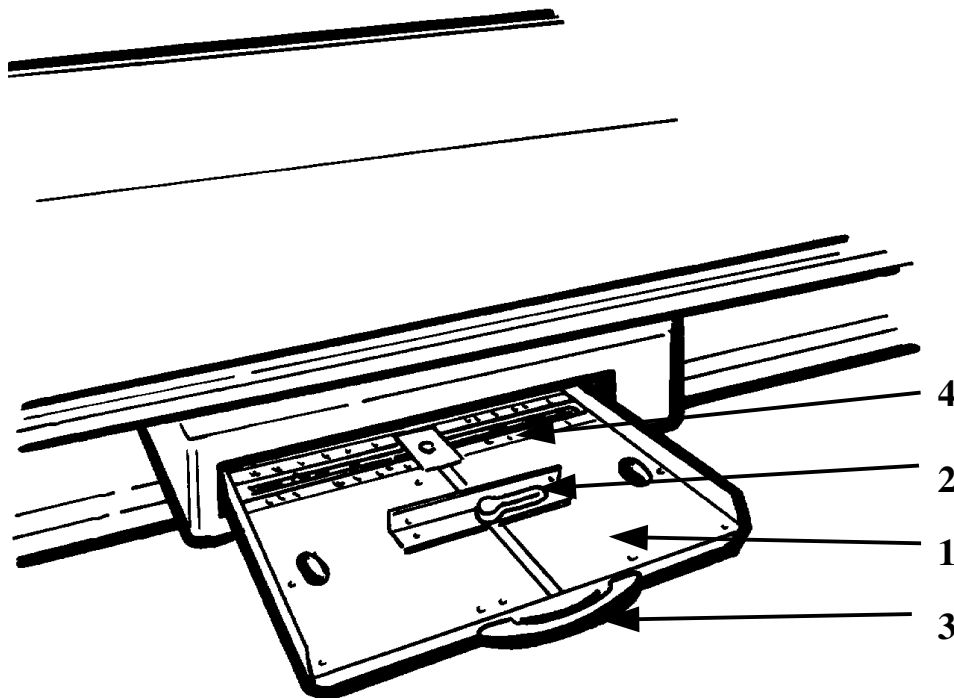

Abbildung 2-1: Kassettenlade
Die Bedienelemente der Kassettenzentriereinrichtung werden in Abbildung 2-1 gezeigt und ihre Funktionen auf der folgenden Seite beschrieben.
Die Kassettenzentriereinrichtung (Abbildung 2-1, Bedienelement 1) dient zur Aufnahme der Röntgenfilmkassetten.
Die Röntgenfilm-Kassette wird durch die Klemmvorrichtung (Abbildung 2-1, Bedienelement 2) festgeklemmt. Dabei wird die Röntgenfilmkassette automatisch quer zur Tischplatte zentriert.
Nach Herausziehen der Kassettenzentriereinrichtung (Abbildung 2-1, Bedienelement 1) am Handgriff (Abbildung 2-1, Bedienelement 3) aus der Lafrastereinrichtung bis zum Anschlag kann die Röntgenfilm-Kassette eingelegt werden.
Längs zur Tischplatte kann die Röntgenfilm-Kassette von Hand durch Ausrichten nach den Mittenmarkierungen oder durch Einstellen des Kassettenpositionierers (Abbildung 2-1, Bedienelement 4) auf die entsprechende Röntgenfilm--Kassettengröße in Position gebracht werden.
- Die Kassettenzentriereinrichtung (Abbildung 2-1, Bedienelement 1) am Handgriff (Abbildung 2-1, Bedienelement 3) bis zum Anschlag aus der Laufrastereinrichtung herausziehen.
- Die Sperrklinke zum Öffnen/Schließen der Klemmvorrichtung (Abbildung 2-1, Bedienelement 2) zur seitlichen Fixierung der Röntgenfilm-Kassette gegen den Uhrzeigersinn drehen.
- Die Klemmvorrichtung (Abbildung 2-1, Bedienelement 2) so weit öffnen, dass eine Röntgenfilm-Kassette mit der gewünschten Größe eingelegt werden kann.
- Die Röntgenfilm-Kassette einlegen, wobei ihre Mittellinie nach den Einkerbungen an der Klemmvorrichtung (Abbildung 2-1, Bedienelement 2) auszurichten ist oder nach Einrasten des Kassettenpositionierers (Abbildung 2-1, Bedienelement 4) in der der Röntgenfilm-Kassettengröße entsprechenden Rastung (13 cm, 18 cm, 24 cm, 30 cm, 35 cm, 40 cm oder 43 cm), die Röntgenfilm-Kassette an den Kassettenpositionierer (Abbildung 2-1, Bedienelement 4) heranschieben.
- Die Klemmvorrichtung (Abbildung 2-1, Bedienelement 2) an die Röntgenfilm-Kassette drücken, und zur Arretierung die Sperrklinke im Uhrzeigersinn drehen.
- Die Kassettenzentriereinrichtung (Abbildung 2-1, Bedienelement 1) bis zum Anschlag in die Laufrastereinrichtung einschieben.